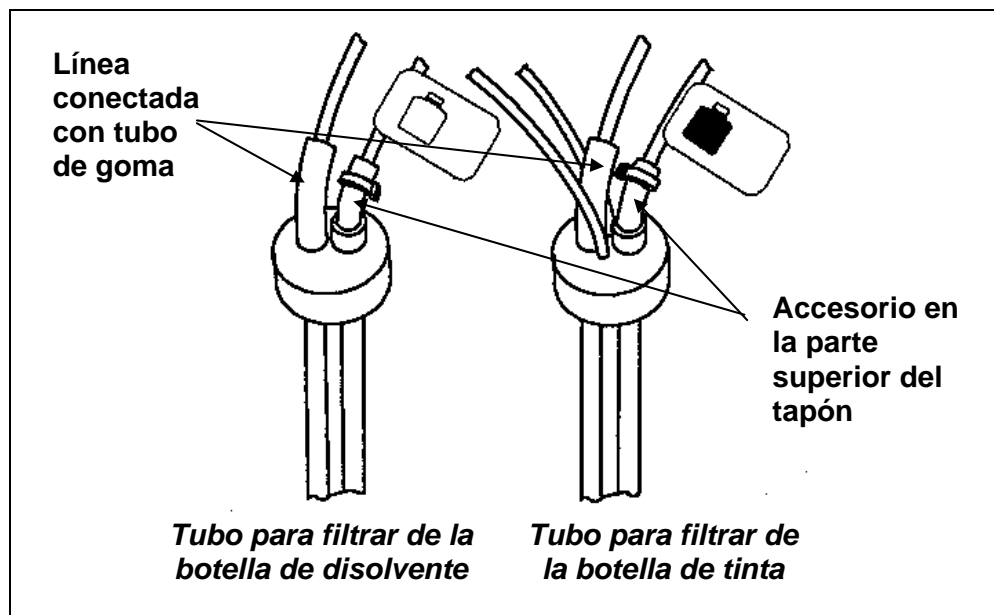

Figura B-7. Tubo para filtrar
8. Retire el accesorio de la parte superior del tapón girándolo hacia la izquierda una vuelta completa (vea la Figura B-7).